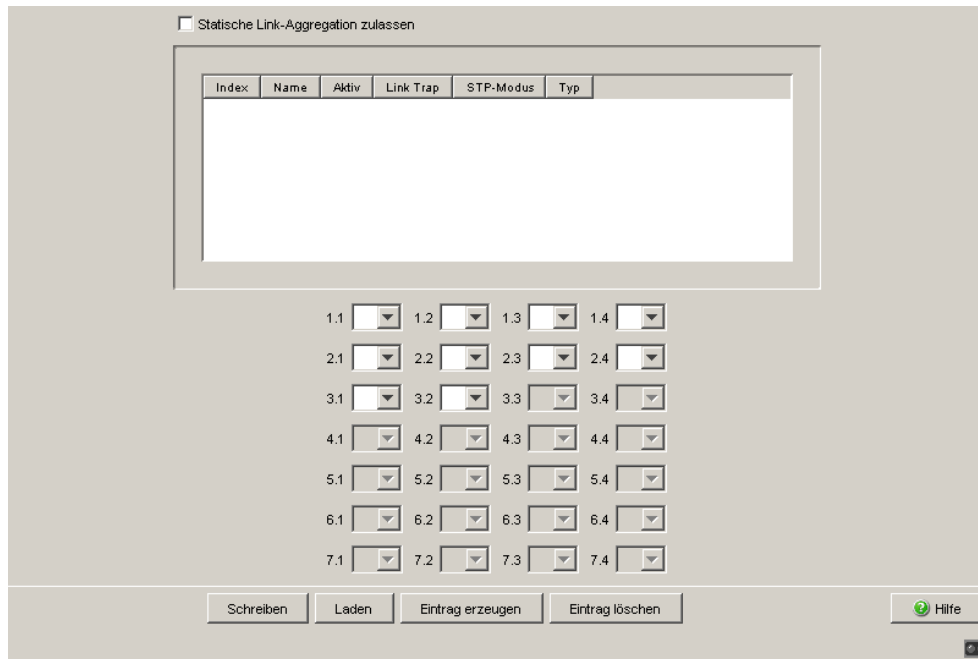

Abb. 3: Link Aggregation anlegen
- Wählen Sie den Dialog Redundanz:Link Aggregation (siehe Abbildung 3).